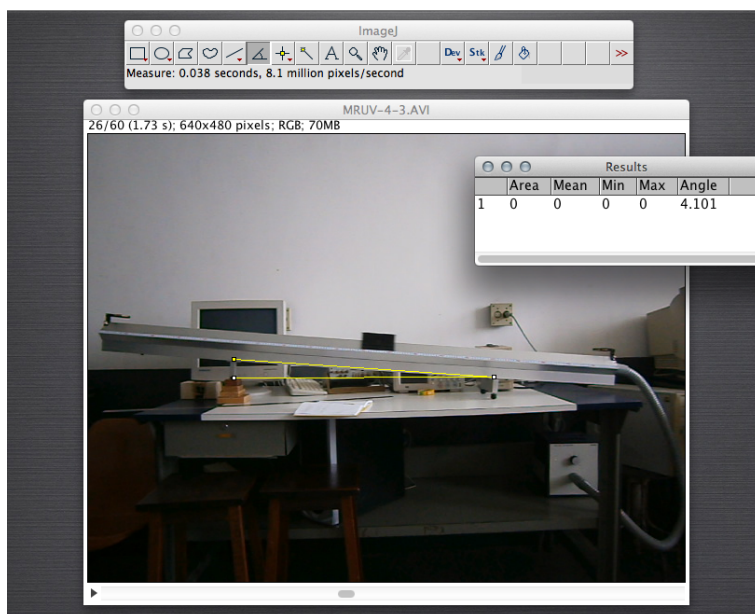

Figura E.16: ImageJ: valor do ângulo de inclinação do trilho
4. O resultado será mostrado em uma outra janela (Figura E.16), entre os quais estará o valor do ângulo desejado em graus.
- (b) Uma nova janela será aberta onde deve-ser informado o valor do ângulo de rotação, no nosso exemplo, o mesmo é de 4,101 graus (Figura E.16). Este ângulo deve ser informado com o sinal negativo (–) se queremos realizar uma rotação no sentido anti-horário ou com sinal positivo (+) se a rotação é no sentido horário.